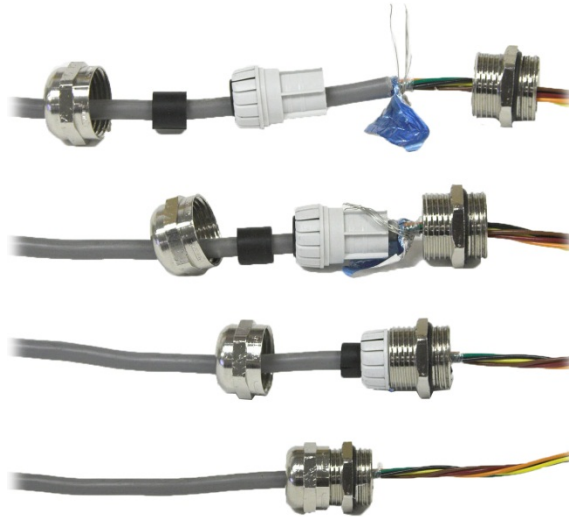

Figura 2-23: Aterrizaje del blindaje del cable
5. El blindaje del cable debe aterrizarse en la caja del IND570 al separar los alambres del cable como se muestra en la parte superior de la Figura 2-23, y entonces doblándolos hacia atrás sobre el componente de plástico del casquillo del cable antes de presionarlo en el cuerpo roscado.